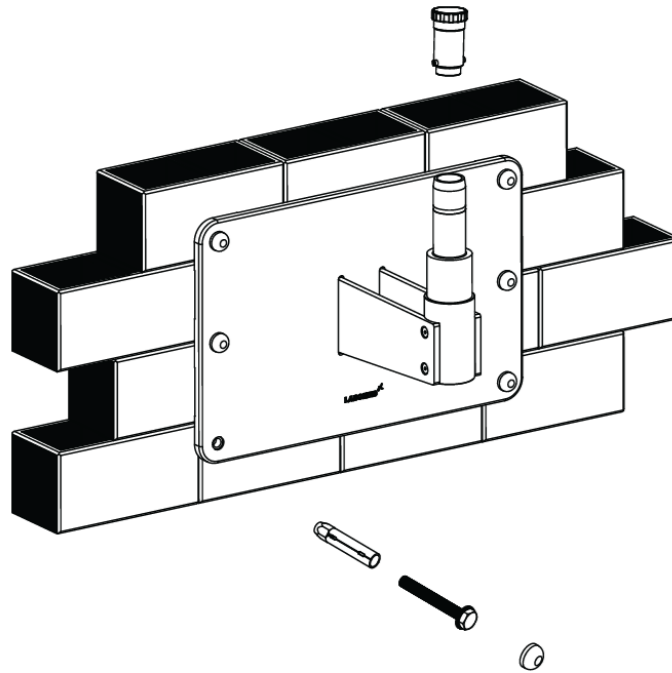

Fig. 23
3. Assemblez le bras sur l'arbre de montage mural en vous référant à la fig. 23 et réinstallez le bouchon fileté en place.